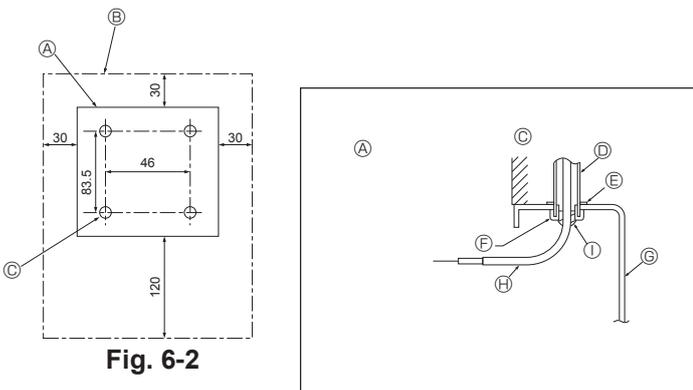

Fig. 6-2
(1) Επιλέξτε το σημείο τοποθέτησης του τηλεχειριστηρίου. (Fig. 6-2)
#### [Fig.6-2]